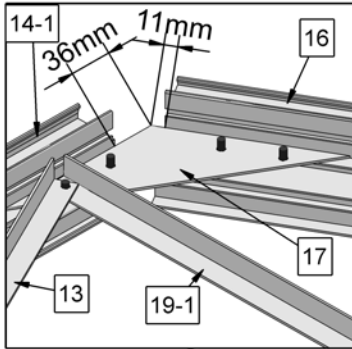
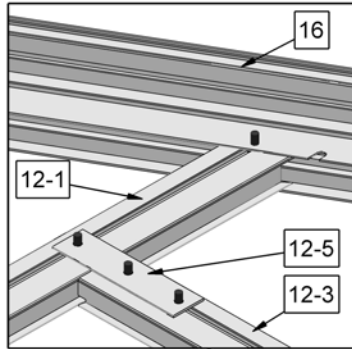

Abb. 312
Abb. 313
4. Die Giebelsparren Nr. 15 und Nr. 16 werden wie in der Abbildung 101 gezeigt mit 11mm Abstand zur Spitze des Eckknotenblechs montiert. Am oberen Ende werden die Giebelsparren mit dem Giebelknotenblech Nr. 18 verbunden (Abbildung 313) und an den Türpfosten Nr. 12-1 und 12-2 angeschraubt. (Abbildung 312).
5. Das Giebelknotenblech Nr. 18 wird an den Giebelsparren Nr. 15 und 16 angeschraubt. (Abbildung 312).
6. Das obere Türrahmenprofil Nr. 12-3 wird mit 2 Verbindungslaschen 12-5 zwischen den Türpfosten 12-1 und 12-2 angebracht. (Abbildung 312). Die genaue Einstellung der Höhe wird nach dem Einbau der Tür (Kapitel 10) vorgenommen.